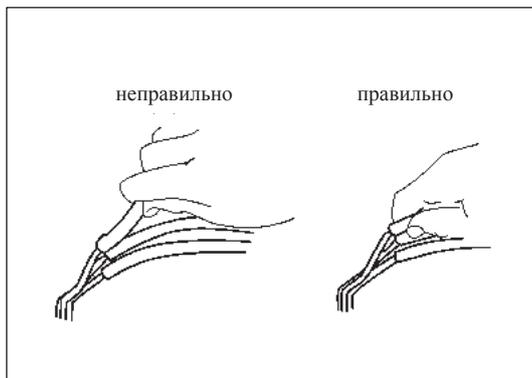

Рис. 1-3-4. Извлечение вакуумных трубок
- (1) Не имеющему специальной подготовки лицу запрещается снимать крышку открывать корпус электронного блока управления (ECU);
- (2) При извлечении вакуумной трубки необходимо держаться за ее контакт. Запрещается держаться за ее среднюю часть (см. рис. 1-3-4);